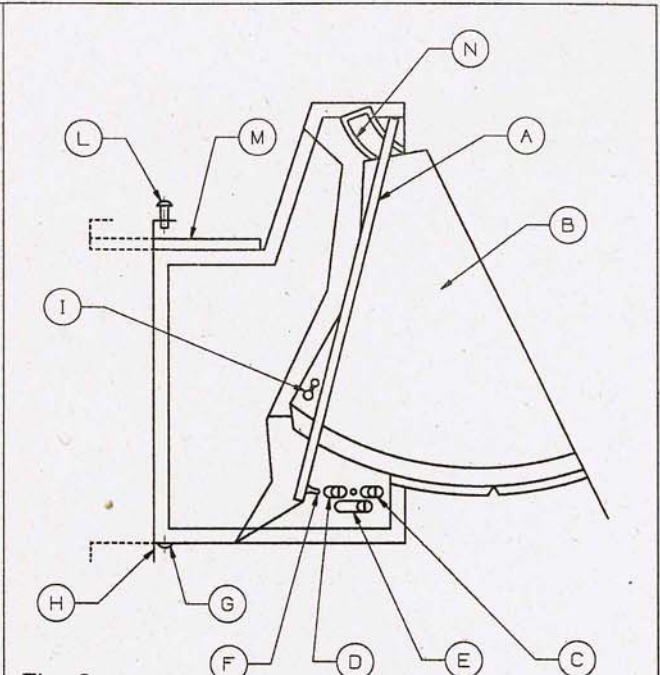
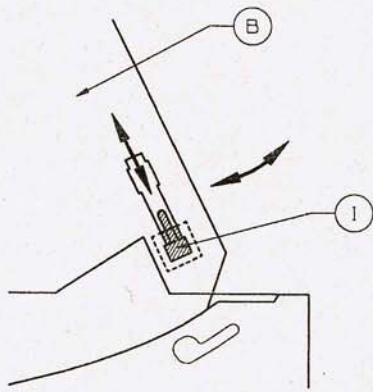

Fig. 2
Fig. 7
- 2º Ahora pueden verse las extremidades posteriores de los lados B de la ventanilla donde están los finales de carrera I (Fig. 7), insertarlos hacia arriba, tirar de la ventanilla que ahora está libre de salir desde su asiento.
5° Montar de nuevo la ventanilla al aparato aproximándola a la guía N (Fig. 2) empujar hacia arriba y adelante, bajarla comprobando que está en la posición correcta. Seguidamente comprimirla hasta la primera fijación, entonces llevar hacia abajo los dos finales de carrera I (Fig. 7).